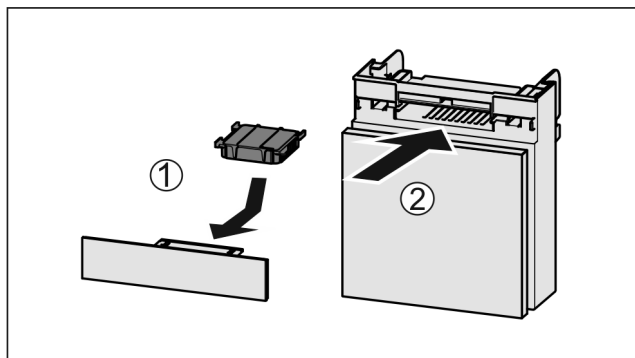

Fig. 37
- Вставити фільтр з активованого вугілля за малюнком Fig. 37 (1).
- Вставити відділення Fig. 37 (2).